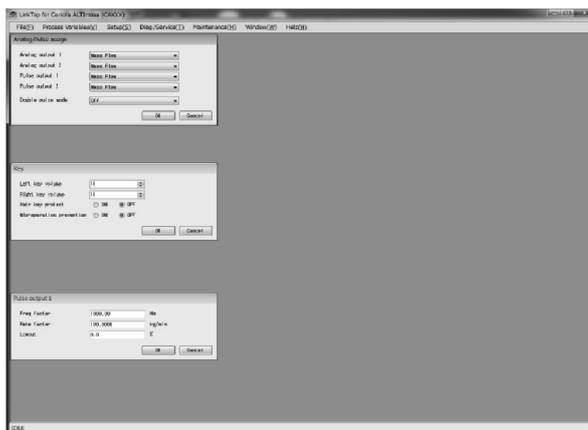

図171
② 「Tile Horizontal」選択時は、図171のように上下に並べて表示します。